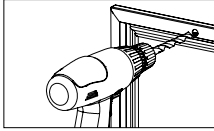

Bild 1
1. Den Einbaurahmen mit Befestigungsbohrungen ( $\varnothing$  5,0 mm) versehen. Anschließend Bohrungs­löcher für Abdeckkappen aufbohren ( $\varnothing$  9,8 mm), z.B. mit Stufenbohrer  $\varnothing$  5,0x9,8 mm. (Bild 1)